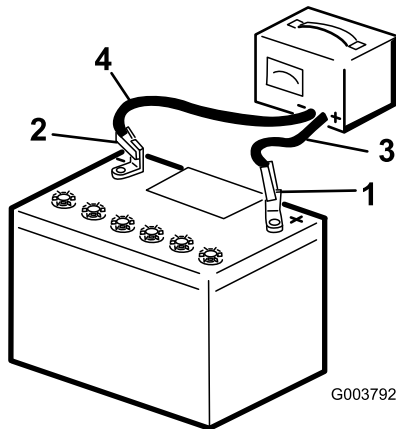

Bild 50
2. Laden Sie die Batterie für vier bis acht Stunden mit 3-4 Ampere auf (Bild 50). Überladen Sie die Batterie nicht.
3. Wenn die Batterie voll geladen ist, ziehen Sie den Stecker des Ladegeräts aus der Dose. Klemmen Sie dann die Klemmen des Ladegeräts von den Batteriepolen ab (Bild 50).